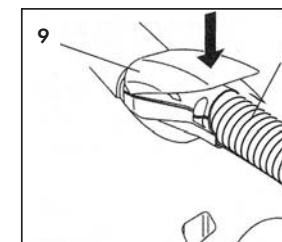
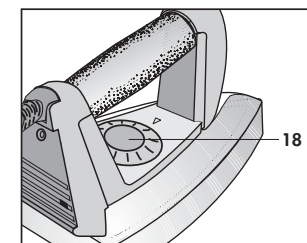

Abb. 18
Abb. 19
- Die Klappe der Steckbuchse für das Zubehör (9) ganz öffnen und den Schnellanschluss des Bügeleisens (y) in die Steckbuchse am Gerätevorderteil einsetzen und hineindrücken.
- Klappe gegen den Schnellanschluss des Zubehörs (9) drücken und sicherstellen dass die beiden Einzelteile einrasten. Abb. 18.
- Gerät über den Hauptschalter (4) einschalten und den Heizkesselschalter (5) drücken. Vor dem Gebrauch abwarten bis die grüne Leuchte für Betriebsbereitschaft (7) aufleuchtet.
- Die Dampfmenge über den Regler (6) am Gerät auf Min. gegen den Uhrzeigersinn drehen.
- Die Temperatur des Bügeleisens auf die für das Gewebe geeignete Temperatur über den Regler (18) einstellen. Abb. 19
- Taste (19) für die Dampffunktion am Handgriff des Bügeleisens drücken, um die Dampffunktion ein- und auszuschalten. Abb. 19 bis
Abb. 19 bis